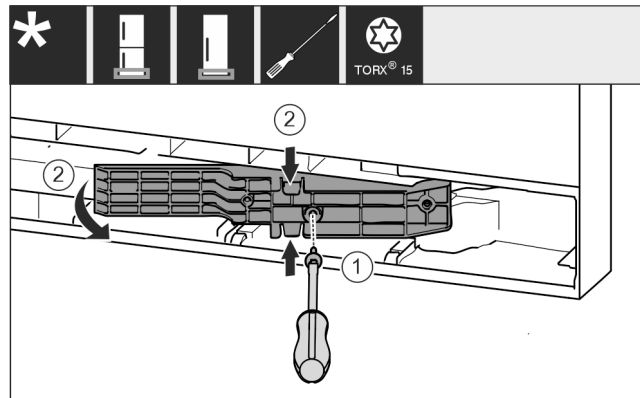

Fig. 18 \*
- ▶ Ослабьте винты отверткой T15. Fig. 18 (1)\*
- ▶ Извлеките деталь адаптера. Fig. 18 (2)\*